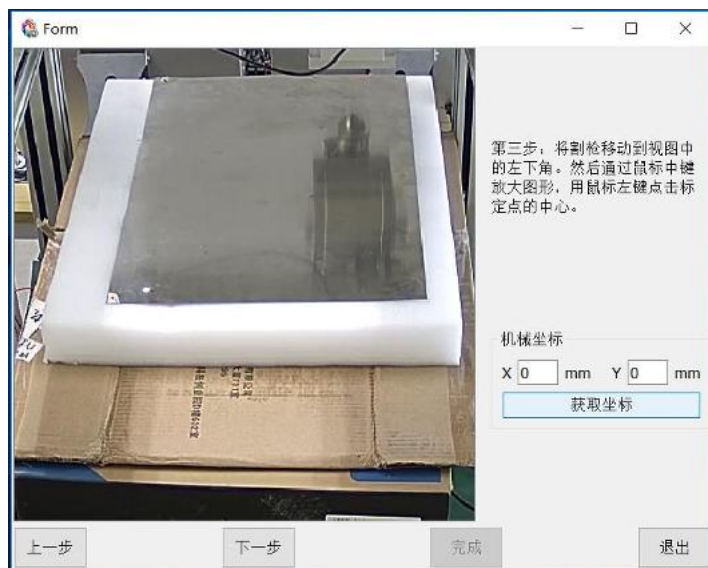

图 13.4 获取第二个坐标点
- 第一个点标定完后，点击“下一步”，完成第二个标定，操作机床将割枪移动到视图左下角，点击鼠标中键放大图形，用鼠标左键点击标定点的中心之后，在点击界面“获取坐标”按钮，获取机械坐标 X, Y，如图 13.4 所示：